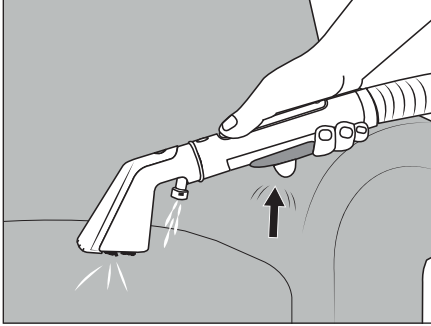

Abb. 6
(1) Achten Sie darauf, dass beim Betrieb des Geräts die Saugöffnungen ❷/❸ der Polsterdüse ❹ bzw. der Fugendüse ❺, nicht blockiert werden. Eine Blockade kann durch herumliegende, lose Gegenstände, Fusseln, Haare o. Ä. verursacht werden. Dies kann dazu führen, dass die Polsterdüse ❹ bzw. die Fugendüse ❺, beschädigt werden und nicht mehr ordnungsgemäß funktionieren. (2) Überprüfen Sie vor der Reinigung von Polstern/Teppichen das Herstelleretikett auf besondere Pflegeanweisungen. Das Gerät ist nicht geeignet für empfindliche Textilstoffe (z. B. Seide, Leder, Flokati etc.). (3) Testen Sie bei der Verwendung von Reinigungsmitteln (Essigreiniger und Polsterreinigungsmittel) die Farbechtheit. Beginnen Sie die Reinigung mit dem Gerät immer zuerst an einer unauffälligen Stelle. (4) Das Gerät muss vor dem Betrieb ordnungsgemäß montiert sein und der Frischwasserbehälter ❷ muss befüllt sein. (5) Schalten Sie das Gerät aus, bevor Sie die Polsterdüse ❹ und die Fugendüse ❺ miteinander wechseln. (6) Ist der Schmutzwasserbehälter ❸ voll, schließt der Schwimmer ❹ die Saugöffnung und das Gerät läuft mit erhöhter Drehzahl. Schalten Sie das Gerät sofort aus (siehe Kapitel **Schmutzwasserbehälter reinigen**).
- ◆ Klappen Sie die Tragegriffe ❶ nach oben und tragen Sie das Gerät zu dem Ort, wo Sie es benötigen.
- ◆ Nehmen Sie den Sprüh-/Saugschlauch ❶ aus den Schlauchhalterungen ❶/❷.
- ◆ Schieben Sie die Schlauchhalterung ❶ in das Gerät.
- ◆ Halten Sie den Sprüh-/Saugschlauch ❶ am Handteil fest.
- ◆ Halten Sie die Polsterdüse **22** 2-3 cm über den zu reinigenden Bereich. Betätigen Sie die Sprühtaste **20**, um Wasser/Reinigungslösung aus der Sprühdüse **26** aufzutragen (siehe Abb. 6).